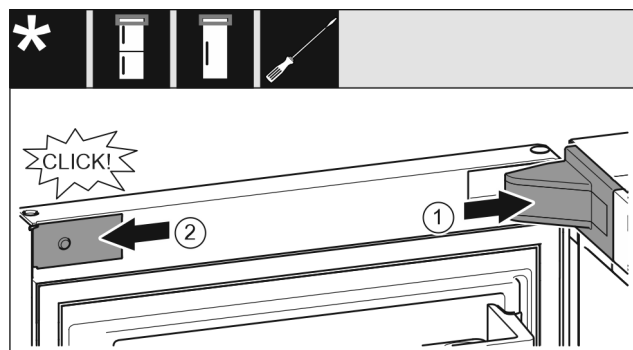

Fig. 26
- ▶ 放上并插入托架盖 Fig. 26 (1)，如有必要小心地按压分开。
- ▶ 将隔板 Fig. 26 (2) 放置到侧面并插入。